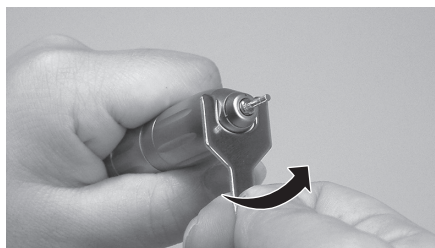

Fig.10
- 1) Ajuste la llave de cartucho suministrada con la pieza de mano a las superficies planas de la punta de la pieza de mano. Gire la llave de cartucho tal y como se muestra en la Fig. 10 una vez se ha aflojado, gire la punta con los dedos y retírela de la pieza de mano.